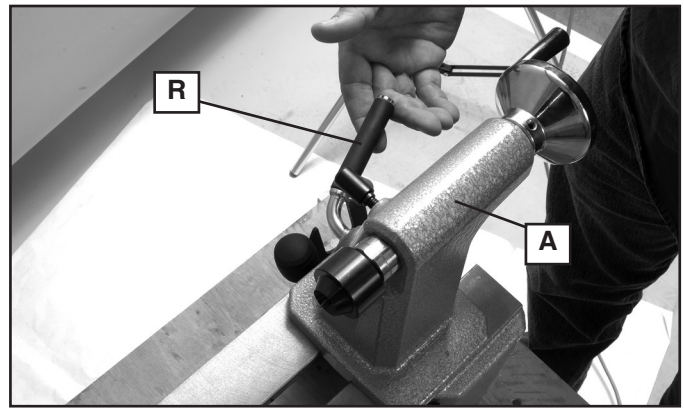
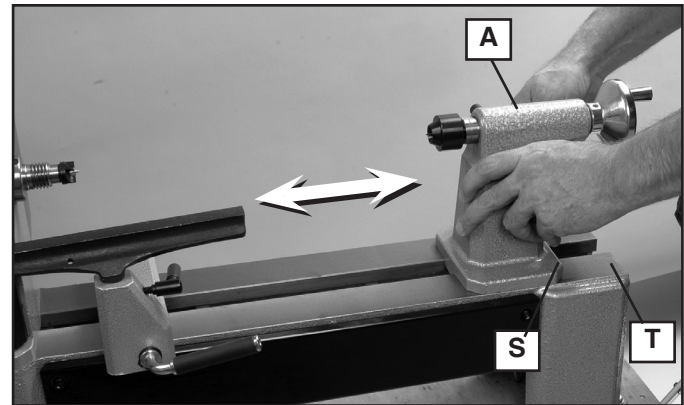

Fig. 10
Fig. 11
Para ajustar la posición del cabezal móvil (A), afloje la palanca de bloqueo (R) del cabezal móvil levantándola para trabarla en su lugar. Deslice el cabezal móvil (A) por la bancada Fig. 11 hasta la posición deseada. Ajuste la palanca de bloqueo (R) Fig. 10 del cabezal móvil presionando hacia abajo.
**⚠ ADVERTENCIA:** Para reducir el riesgo de lesiones, para evitar lesiones, no coloque el borde del cabezal móvil (S) Fig. 11 de modo que sobrepase el borde de la bancada del torno (T).
Para quitar el cabezal móvil (A) Fig. 10, destrabe la palanca de bloqueo (R) del cabezal móvil y deslícelo hasta quitarlo del extremo de la bancada del torno.